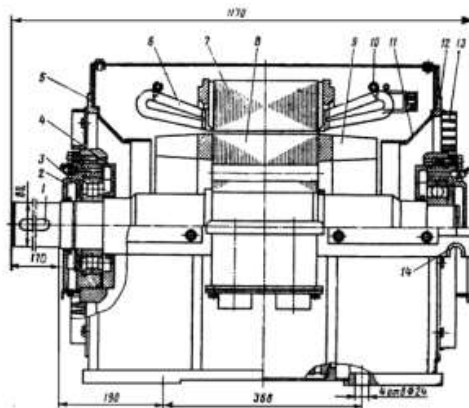

Рис. 2. Общий вид асинхронного двигателя асинхронного двигателя с высотой оси вращения  $h = 280$  мм.
16. Назовите элемент 5, изображённый на рис. 2.